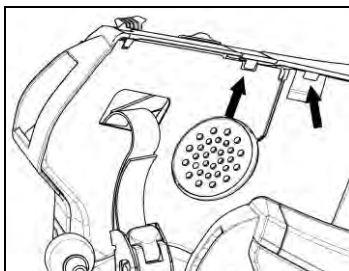

Fig. 17
- Volver a poner la protección plástica de la almohadilla, colocándola detrás de los dos ganchos de cierre (Fig. 17).